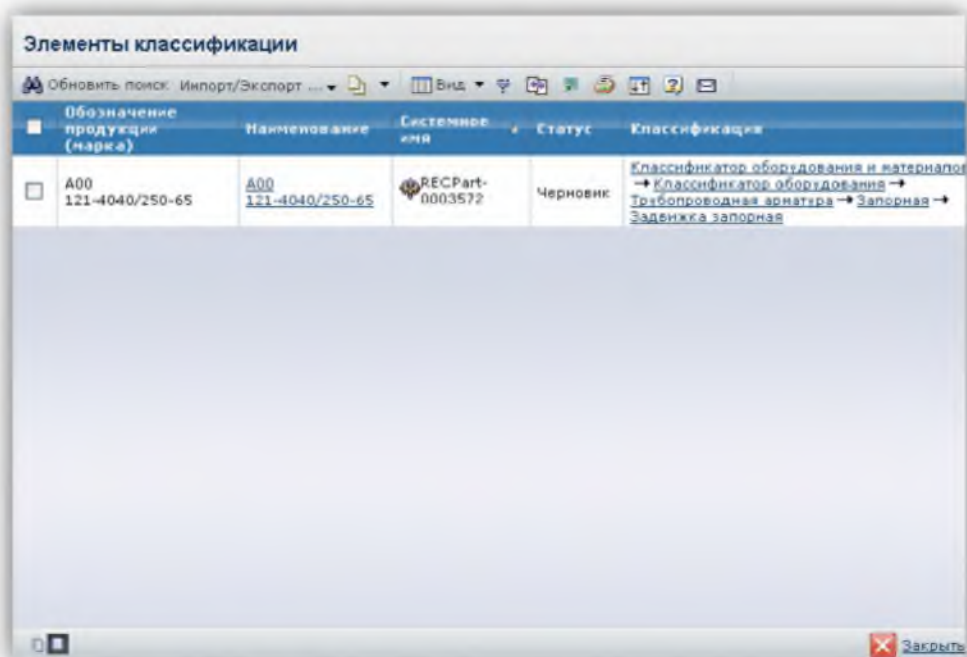

Рисунок 5.3.3.1 – Окно результатов поиска по заданным параметрам
5.3.3 Нажмите «Поиск» (рисунок 5.3.3.1).